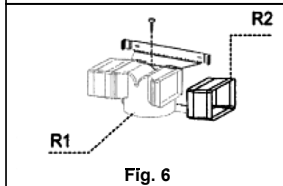

Fig. 6
Für einige Modelle wird ein Set mit Anschlüssen (Fig. 6) mitgeliefert, die mit Spreizdübeln auf einer geeigneten Höhe an der Wand befestigt werden, um den Luftfluss in Übereinstimmung mit den Kaminschlitten zu kanalisieren. Die Verlängerungen R2 seitlich an den Anschlüssen R1 einführen. Den Anschluss R1 über ein Rohr mit Durchmesser 150 mm am Ausgang des Haubenkörpers anschließen.
• MONTAGE KAMINE (Abb. 6):